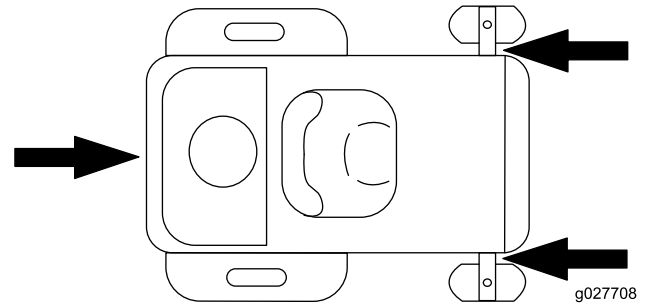

Bild 25
5. Vergurten Sie die Maschine in der Nähe der vorderen Laufräder und der hinteren Stoßstange (Bild 25).